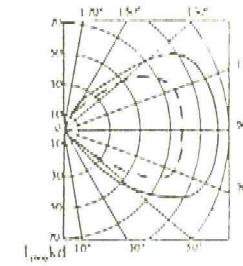

Рис.2
2.1 Распределение силы света светильников показано на рис.2.